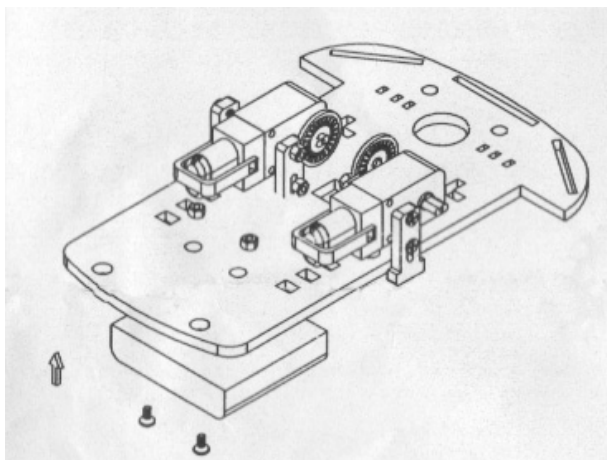

图 12-21 固定电池盒
- ④ 插入螺丝，固定电池盒，如图 12-21 所示。本实验中这一步可以省略，我们使用充电宝进行供电。